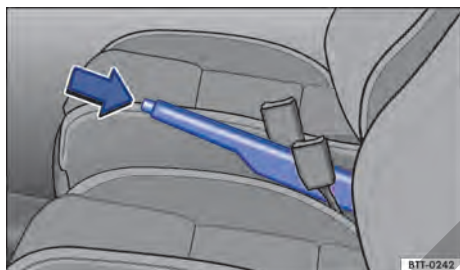

Fig. 95 Entre los asientos delanteros: palanca del freno de estacionamiento.
- Tirar de la palanca del freno de mano hacia arriba con la tecla de bloqueo presionada → **fig. 95** (flecha).
- Tirar de la palanca del freno de mano un poco hacia arriba y presionar la tecla de bloqueo → **fig. 95** (flecha).